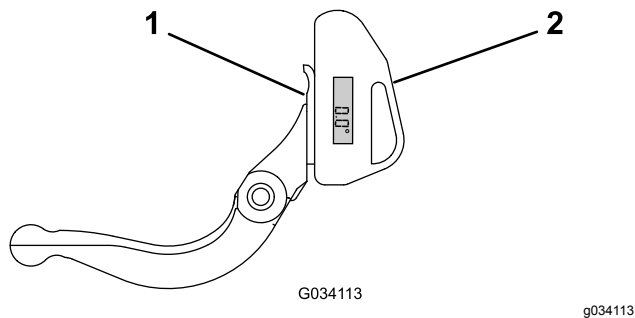

Figura 34
1. Coloque o indicador de ângulo no lado inferior da lâmina de corte, como se ilustra na Figura 34.